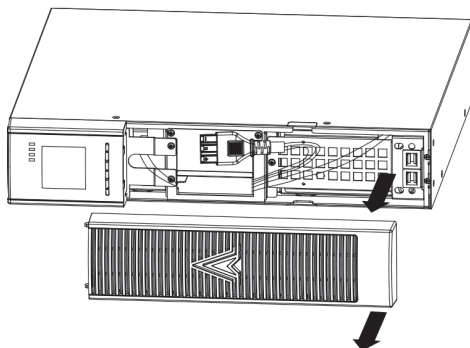

Рисунок 15.
4. Если устанавливается более одного ВБМ, у всех, кроме нижнего, нужно снять и верхние направляющие для проводов, (см. рис. 15) на котором изображено расположение направляющих для проводов на ВБМ.